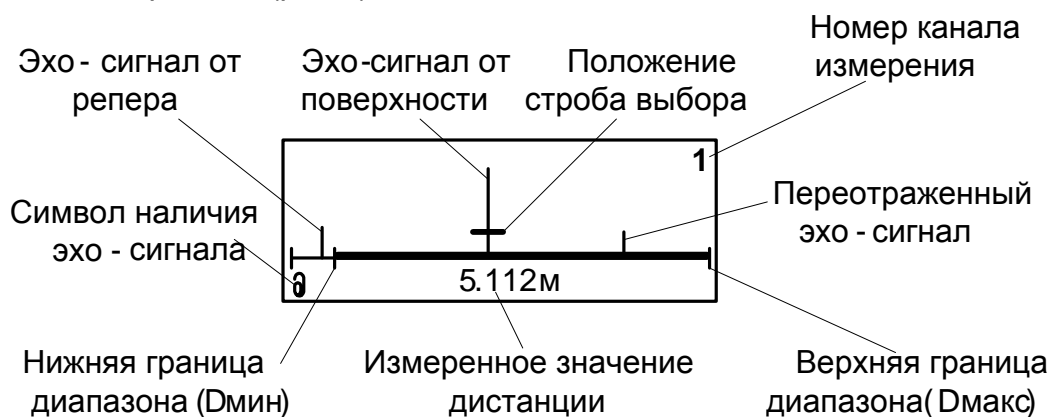

Рис. 4. Вид окна РАЗВЕРТКА.
2.4.1.8. В расходомере предусмотрена возможность индикации в графической форме регистрируемых сигналов, попадающих в заданный диапазон измерений. Сигналы отображаются в окне **РАЗВЕРТКА** (**Настройка / Параметры объекта / Развертка**) в порядке прихода по времени (рис.4).